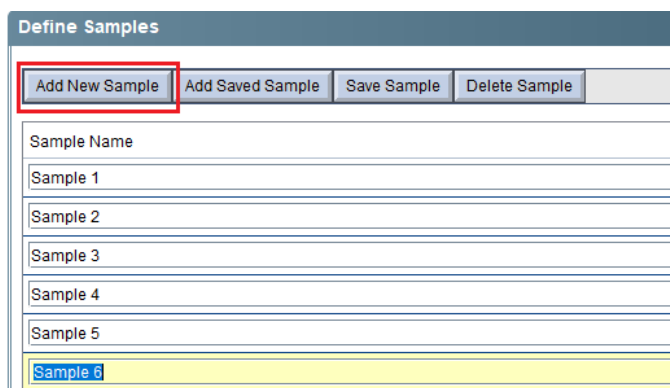

Рисунок 14
8. В разделе «**Define Samples**» к Sample 1 добавить еще пять образцов, кликая по «**Add New Sample**» (рисунок 14).